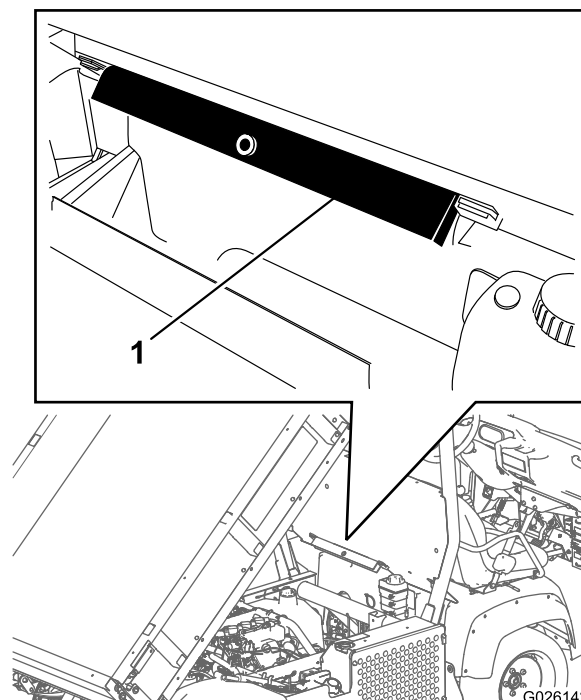

Рисунок 13
2. Извлеките опору кузова из кронштейнов хранения на задней стороне панели конструкции ROPS (Рисунок 13).